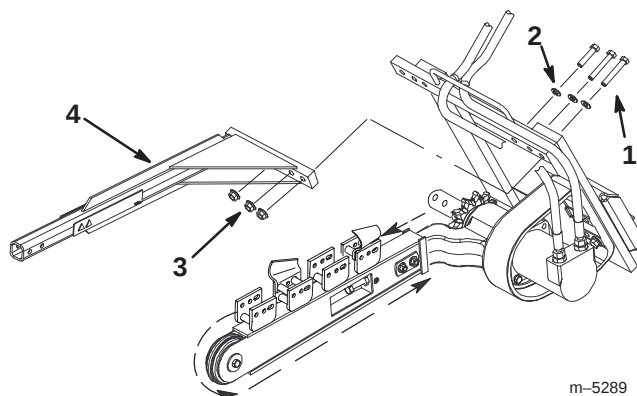

Figura 3
2. Utilizzando i dispositivi di fissaggio rimossi nella fase 1, installate la barra di sicurezza dello scavafossi come illustrato nella Figura 3.